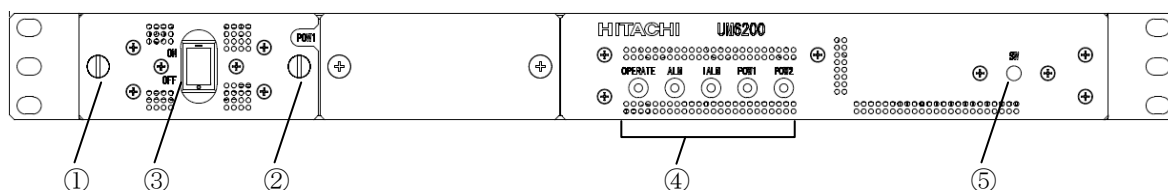
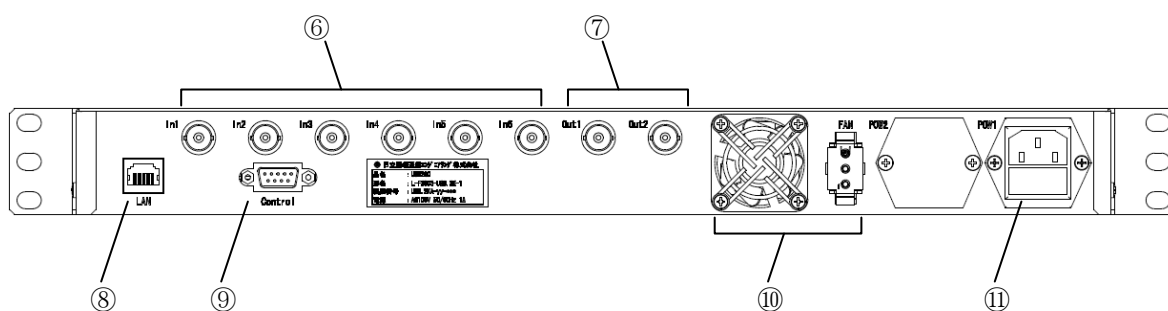

図 3-1 装置前面
図 3-2 装置背面
装置前面及び背面を図 3-1、図 3-2、各部の名称と機能を表 3-1に示します。
- (1) 交換する電源ユニットの電源をOFFにします。
- (2) 電源ユニット取付ネジ (図 3-2の①②) をゆるめ、取付ネジに遊びが出るようになったら、ゆっくりと手前方向に引き出してください。
- (3) 新しく実装する電源ユニットを挿入し、電源ユニットの前面パネルの位置と本体の前面パネルとの面が合うところまでゆっくりと押し込んでください。
- (4) 電源ユニット取付ネジ (図 3-2の①②) を指でしっかり締めて固定してください。